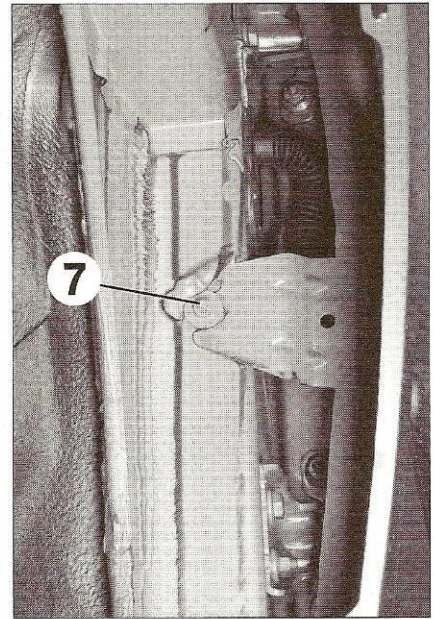
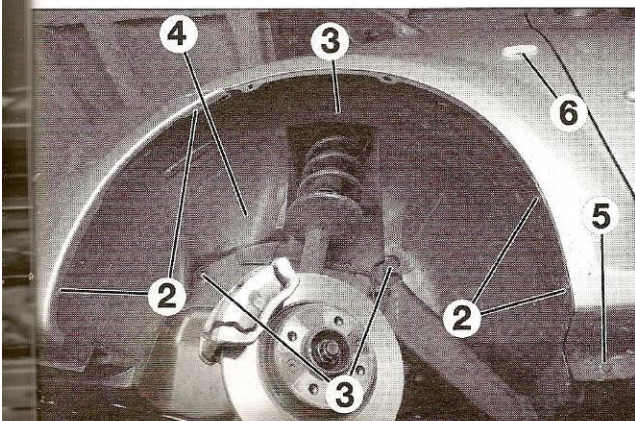

Fig. 86
Fig. 85
- les vis de fixation (2) de l'écran de passage de roue (Fig.85),
- les clips (3) de l'écran de passage de roue
- l'écran de passage de roue (4),
- la vis inférieure de fixation de l'aile (5),
- l'indicateur de direction latéral (6),
- l'écrou arrière (7) de fixation de l'aile (Fig.86),